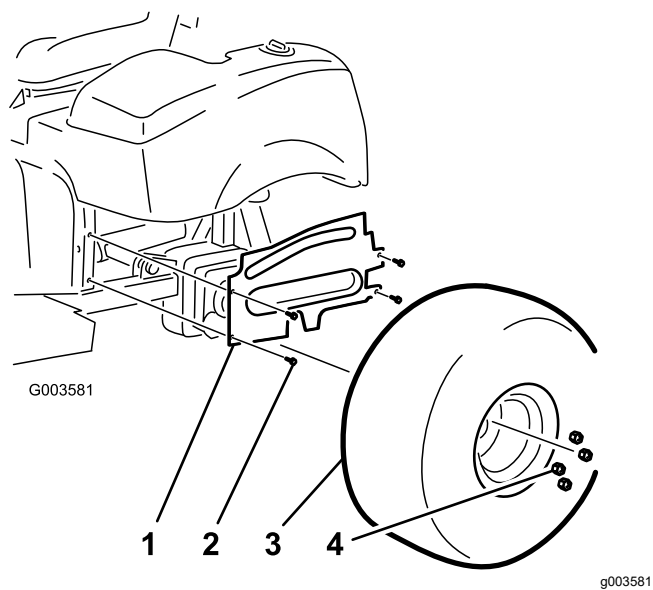

図 38
9. 左ホイール用のシュラウドをフレームに固定するフランジヘッドねじ 4 本を取り付ける 図 38。
10. 左後ろのタイヤを取り付ける 図 38。